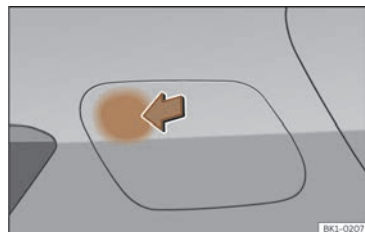
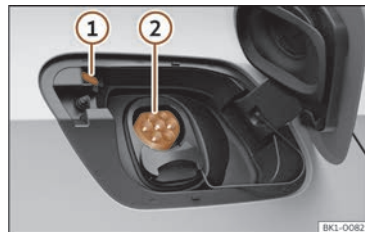

Fig. 56 Ouverture de la trappe de la prise de charge.
Fig. 57 Derrière le cache de chargement de la batterie sur la partie arrière droite : Prise de charge.
>>> fig. 57
- Avec le véhicule déverrouillé, appuyez sur la zone indiquée de la trappe de charge de la batterie et celle-ci s'ouvrira >>> fig. 56.
- Branchez le connecteur de charge tout droit sur la prise de charge ②. Vérifiez si le connecteur de charge est complètement branché.
Le connecteur se verrouille automatiquement. La LED (indicateur de l'opération de charge) de la prise de charge clignote avec une lumière blanche >>> fig. 57 ① >>> page 87.